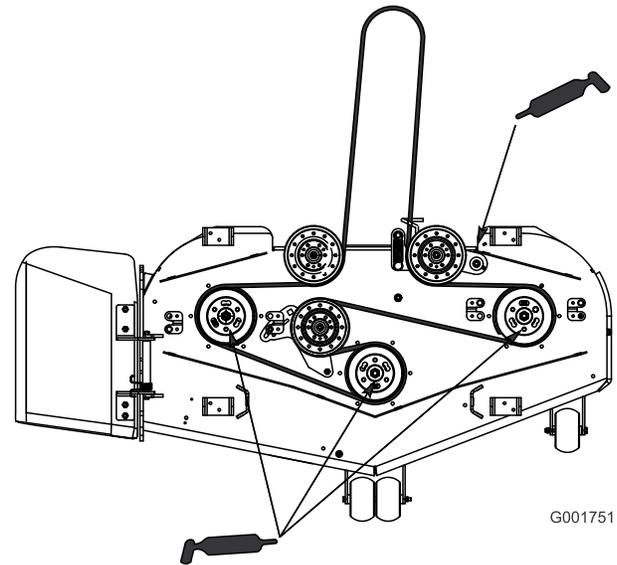

Figura 31
3. Engrase el pivote de la polea tensora (Figura 31).
4. Engrase los puntos de engrase de los cojinetes de los tres ejes (Figura 31).